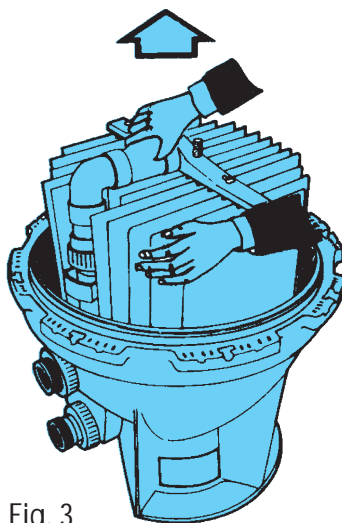

Fig. 3
6. Se reporter aux Fig. 3 & 4 pour connaître l'ordre de serrage qu'il y a lieu de respecter, procéder au serrage manuellement et fermement.
3. Saisir l'ensemble des plateaux comme cela est indiqué par la Fig. 3 et démonter les différents éléments.